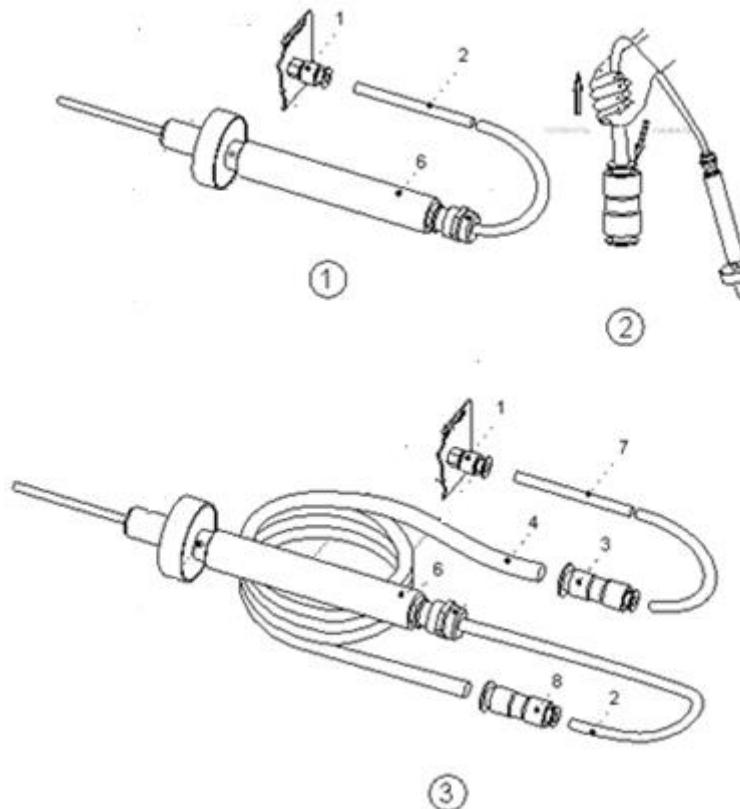

Рис. 2.2. Схема соединения элементов пробоотборника с газоанализатором и элементами удлинителя
1.5.2.5 Удлинитель пробоотборника предназначен для использования при проведении измерений в труднодоступных и удаленных местах. Удлинитель пробоотборника изготовлен из фторопластовой трубы с внешним диаметром 6 мм, внутренним диаметром 4 мм, длиной от 1 до 10 м (поз 4 рис. 2.2), к одному концу которой через переходник с диаметра 6 мм на диаметр 4 мм (поз. 3 рис. 2.2) присоединена фторопластовая диаметром 4 (поз. 7 рис. 2.2) для соединения с входным штуцером газоанализатора, на другом конце установлен переходник с диаметра 6 мм на
диаметр 4 мм (поз. 8 рис. 2.2) для соединения с соединительной трубкой пробоотборника. Диаметр фторопластовой трубы соответствует требованию ГОСТ 31610.0-2019 по электростатической безопасности (для предотвращения образования электростатического заряда и исключения искрообразования при контакте с металлическими поверхностями).
2.2.3 Для подсоединения удлинителя пробоотборника к газоанализатору выполнить следующие действия (рис. 2.2):
- отсоединить соединительную трубку (2) от штуцера ПРОБА (1), используя прием, показанный на рис. 2.2.
- соединить соединительную трубку удлинителя (7) со штуцером ПРОБА (1);
- соединительную трубку (2) с пробоотборником с помощью переходника (8) соединить с удлинителем пробоотборника (4).